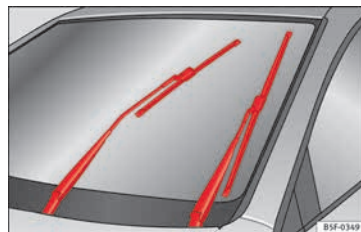

Abb. 72 Scheibenwischer in Servicestellung.
- Die Zündung ein- und wieder ausschalten und anschließend (vor Ablauf von ca. 9 Sekunden) den Scheibenwischerhebel nach unten drücken (Tippwischen). Die Scheibenwischer stellen sich in die Servicestellung » **Abb. 72.**